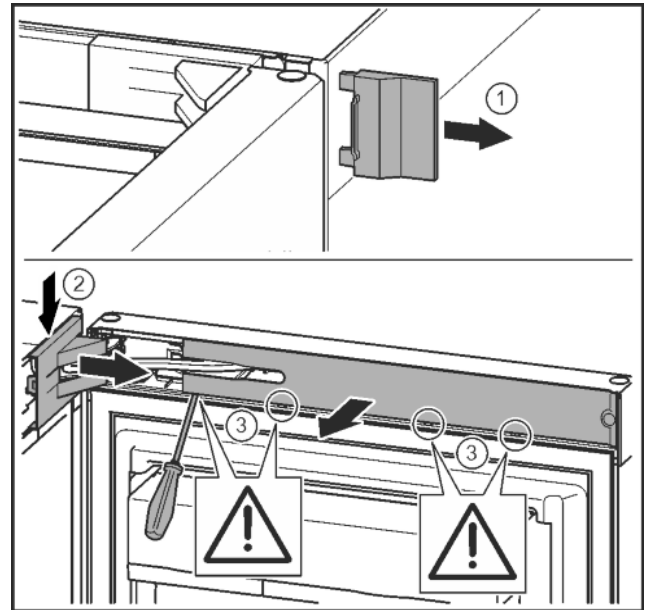

Fig. 9
- ▶ Togliere la copertura esterna. Fig. 9 (1)
- ▶ Sganciare e staccare la copertura del blocco di supporto. Asportare la copertura del blocco di supporto. Fig. 9 (2)
- ▶ Con un cacciavite liberare la mascherina e girarla lateralmente. Fig. 9 (3)